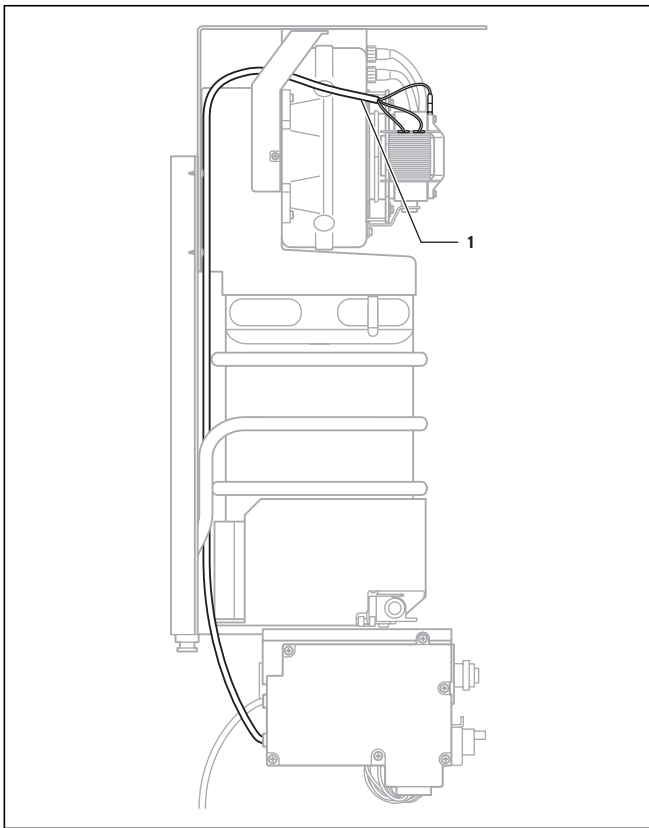

Fig. 7.11 Cable del ventilador
- Al sustituir el cable del ventilador, preste atención al tendido correcto del cable (1) en el aparato (fig. 7.11).